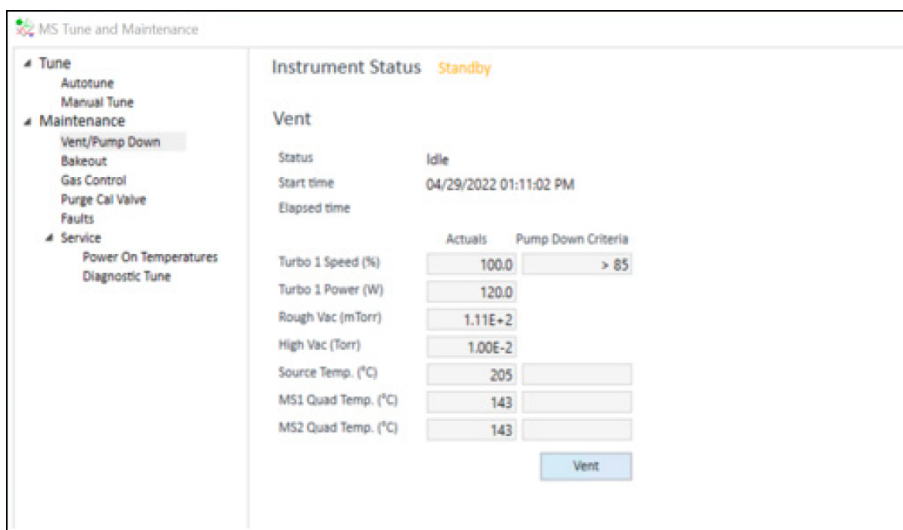

Figure 37. État de mise sous vide
- 14 La boîte de dialogue **Pumpdown** (Mise sous vide) s'affiche. (Voir Figure 37.) Le système invite à vérifier que la vanne de mise à la pression atmosphérique est bien fermée.